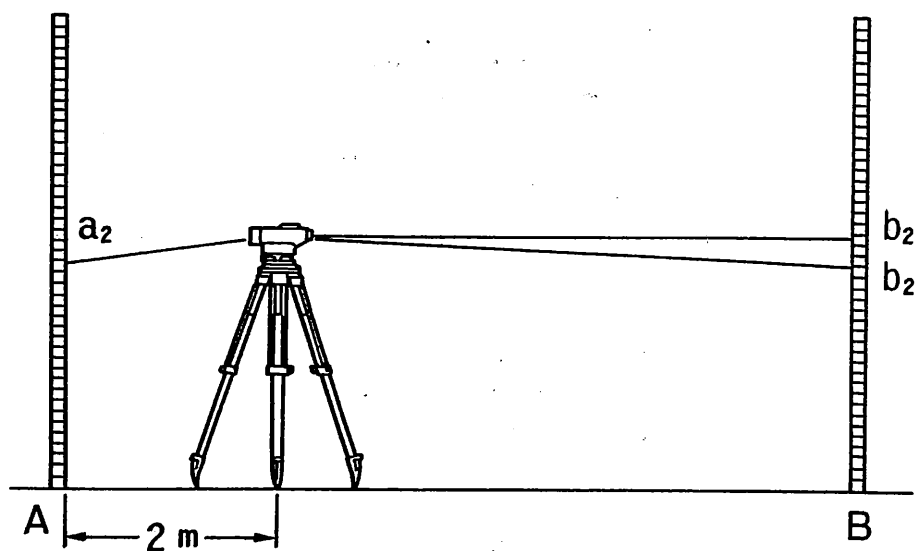
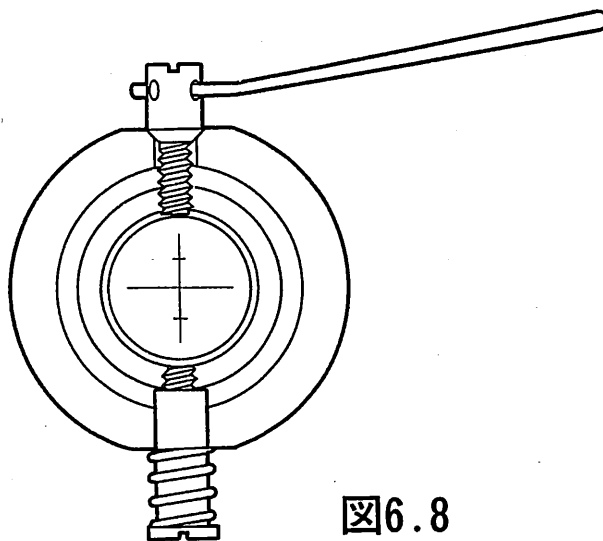

図6.6
図6.8
- 2) 点 A から 2m の地点に機械を設置し、再び $a_2 \cdot b_2$ を読みとります。(図6.6)
- 4) 調整ピン⑬を使って、 $b_2' = b_2$ になるまで調整します。例えば、図6.6の場合、 b_2 の値が大きすぎるので、十字線を下げの必要があります。この場合は調整ねじを少しゆるめて下さい。また、十字線を上げたいときは、調整ねじを締めて下さい。(図6.8)